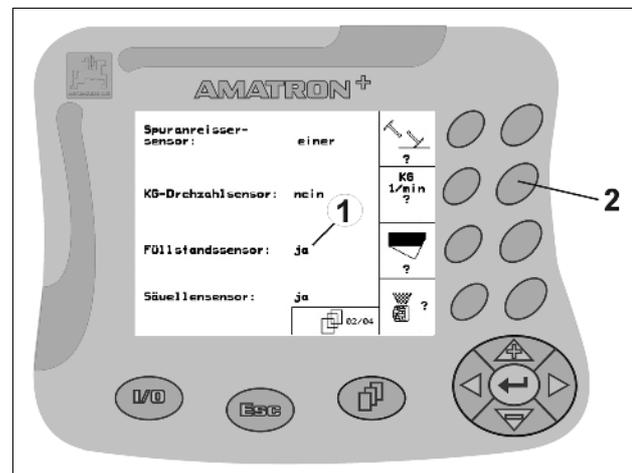

Fig. 17
- Oprimir una vez la tecla funcional (Fig. 17/2) → Función Si/**Ja** (Fig. 17/1).